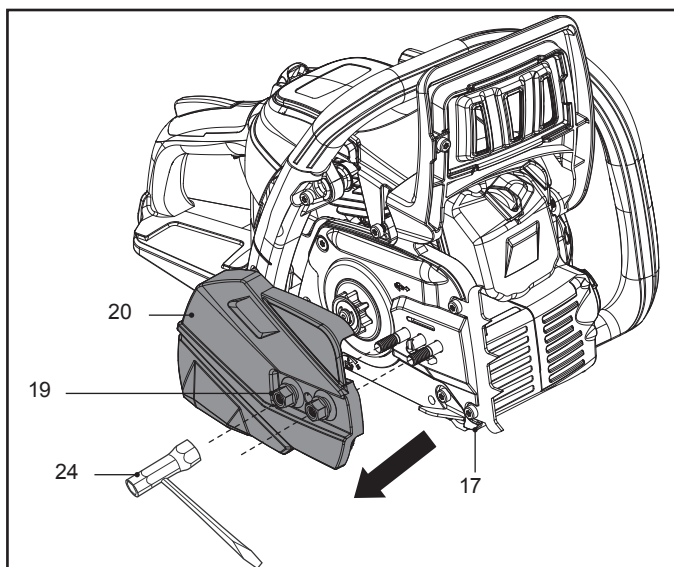

Fig. 2
2. Slăbește piulițele de fixare (19) cu unealta multifuncțională (24) și îndepărtează capacul ambreiajului (20) (Fig. 2).